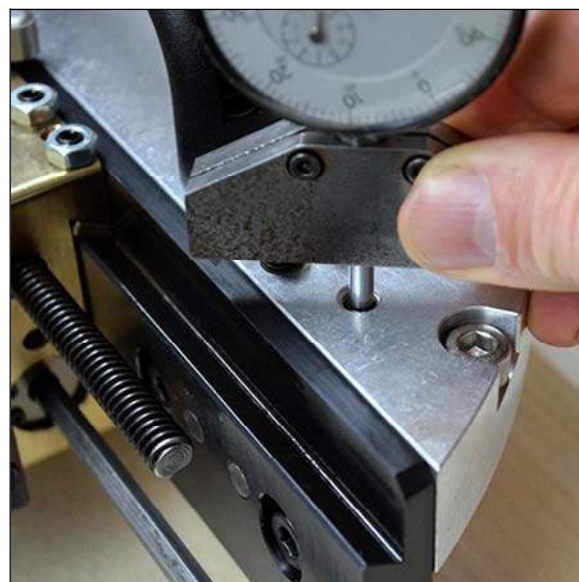

Рис. 3-35. Установка циферблатного индикатора (ПОКАЗАНА МОДЕЛЬ FF1200)
8. Установите глубиномер с плоской контактной головкой для измерения расстояния от верхней части корпуса подвижного узла до установочного штифта радиального подвижного узла (см. рис. 3-35). Обнулите циферблатный индикатор или запишите это значение.